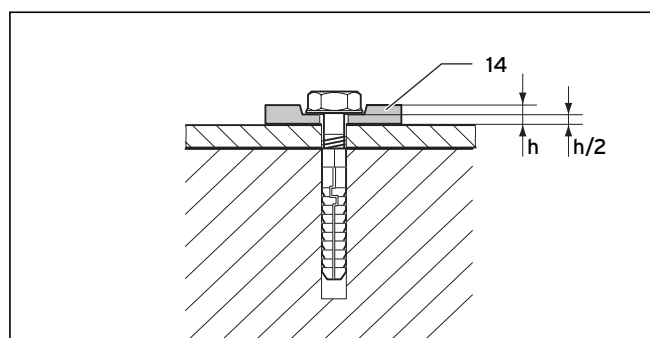

Bild 6.28 Montering med flexibla underlagsskivor
De 4 flexibla underläggsskivorna (14) måste användas för att motverka materialutvidgning. Tryck ihop underläggsskivorna med 50 %, se bild 6.28.